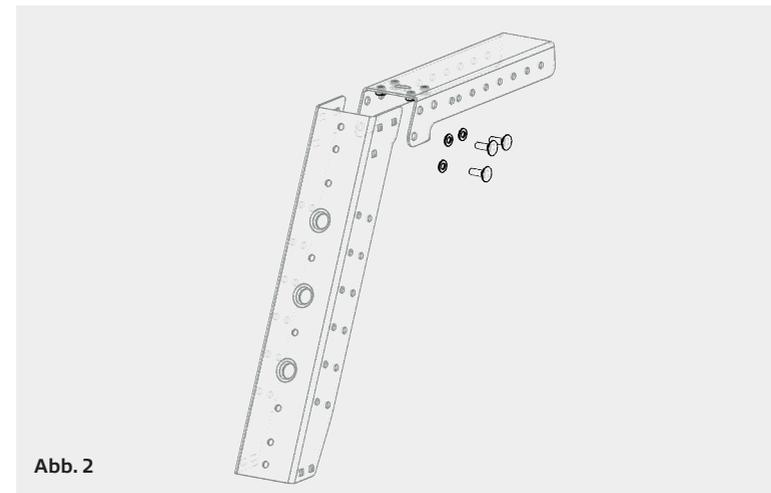

Abb. 2
- 2 Verschraube den Ecksteher (PHBRST25/45/50/60) mit der Querstrebe (PHBRST05), verwende hierfür je 3x ISO7280 M8x20mm Schrauben, sowie die passenden Unterlegscheiben. ACHTUNG! Schraubensicherung für jede Schraubverbindung verwenden (Loctite 243 o.Ä.) und die Schrauben laut Drehmomenttabelle (letzte Seite) anziehen Abb. 2.
Bolt the corner strut (PHBRST25/45/50/60) with the cross strut (PHBRST05) together, use 3x ISO7380 M8x20mm bolts, as well as the appropriate washers, for each of the three corners. ATTENTION! Use thread locker for each bolted connection (Loctite 243 or similar) and tighten the bolts according to the torque table (last page) Abb. 2.